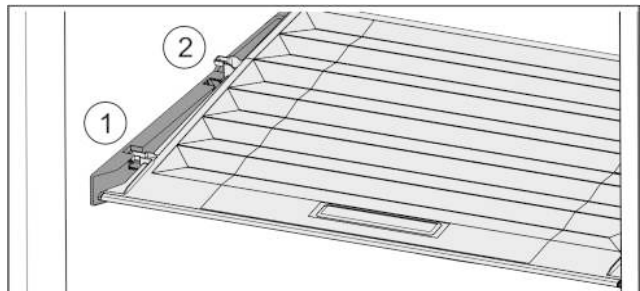

Fig. 29
- ▶ Потянуть крышку до отверстия в поддерживающих деталях вперед Fig. 29 (1).
- ▶ Поднять сзади снизу и извлечь Fig. 29 (2) движением вверх.